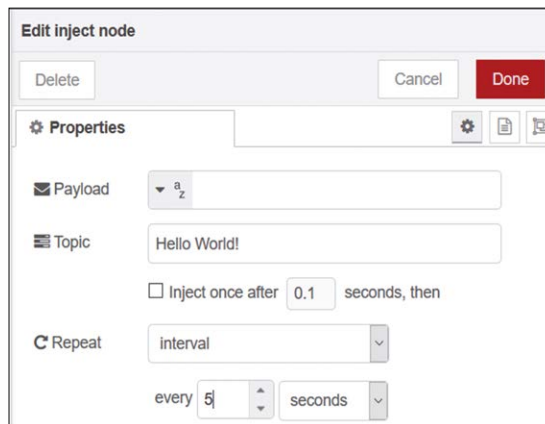

Figure 4.9 Réglez l'intervalle de répétition à 5 secondes
- Définir l'intervalle de répétition sur toutes les 5 secondes (figure 4.9) et cliquer **Terminé**